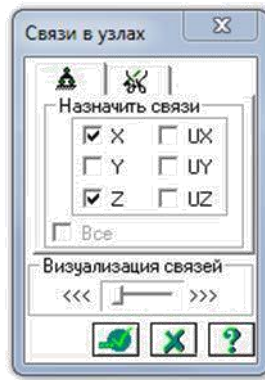

Рис.3.8. Диалоговое окно Связи в узлах
- ☐ С помощью пункта меню Схема ☐ Связи (кнопка  на панели инструментов) вызовите диалоговое окно Связи в узлах (рис. 3.8). В этом окне с помощью установки флажков отметьте направления, по которым запрещены перемещения узлов (X, Z).